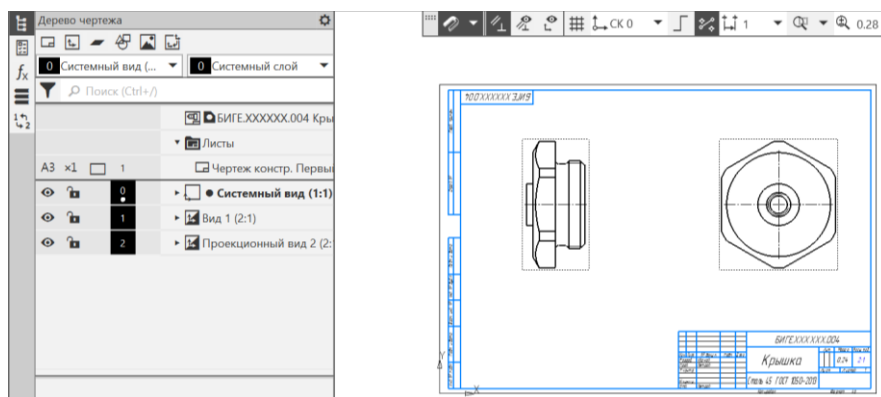

Рис. 17 Создание чертежа по модели. Вид Спереди, вид Слева
- **Черчение – Виды – Проекционный вид (рис. 17).**